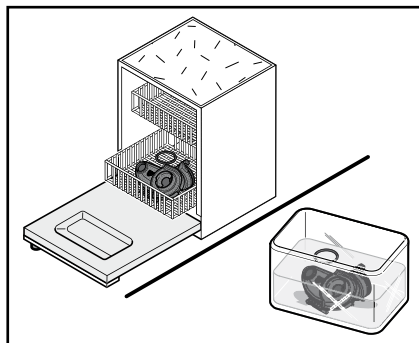

図39
7. シールリングの付いたミキシングボールを清掃してください (図39)